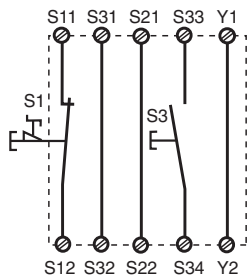

Fig. 2: Eingangskreis einkanalig, manueller Start/Single-channel input circuit, manual reset/Commande par 1 canal, validation manuelle
- Fig. 2 ... Fig. 9 zeigen Anschlussbeispiele für Not-Halt-Beschaltung mit manuellem und überwacht Start, Schutztüransteuerungen sowie Kontaktvervielfachung durch externe Schütze.
- Fig.2...Fig.9 show connection examples for Emergency Stop wiring with manual and monitored reset. Safety gate controls as well as contact expansion via external contactors.
- Dans les figures 2 à 9 sont représentés les différents cablages possibles du PNOZ X11P: poussoirs AU avec surveillance du circuit de réarmement, interrupteurs de position et augmentation du nombre des contacts par contacteurs externes.